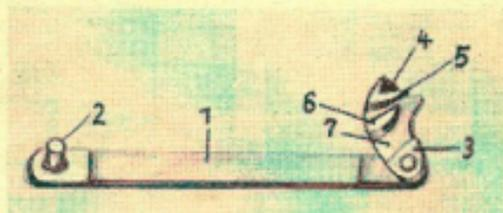

Abb. 11 Abzugsstange mit Unterbrecher
**Die Abzugsstange mit Unterbrecher** (Abb. 11) ist durch einen Zapfen 2 mit dem Abzug verbunden. Die Abzugsstange 1 wird durch die Rückwärtsbewegung des Abzugs nach vorn gezogen und der Unterbrecher 3 nach oben gedrückt; dadurch wird das Schlagstück gespannt und der Abzugshebel aus der Spannrast des Schlag-